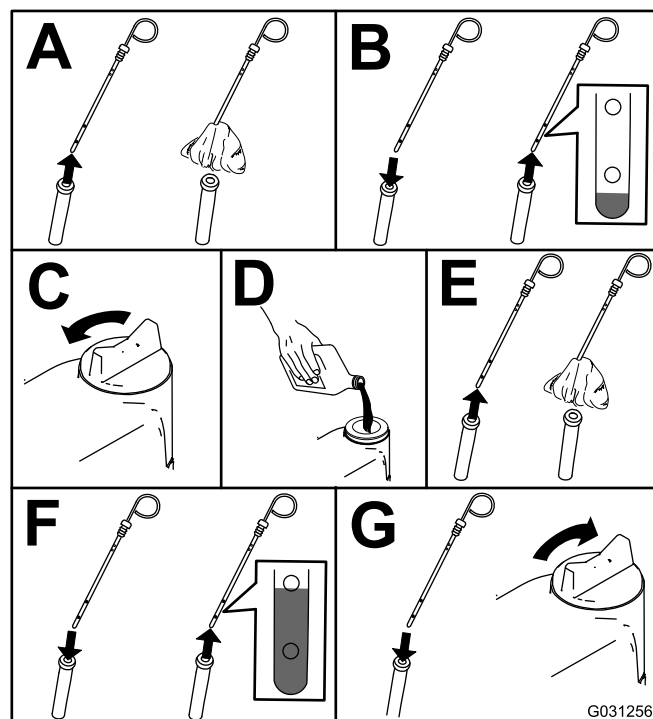

Figure 48
2. Contrôlez le niveau d'huile moteur ; voir Figure 48.